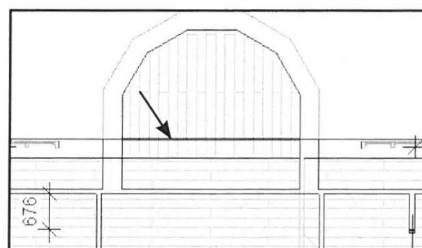

Fig. 09.116. Klik på ydersiden af kvisten.
- Klik på den nyoptegnede kvistvæg imod nord (ydersiden) (Fig. 09.116).